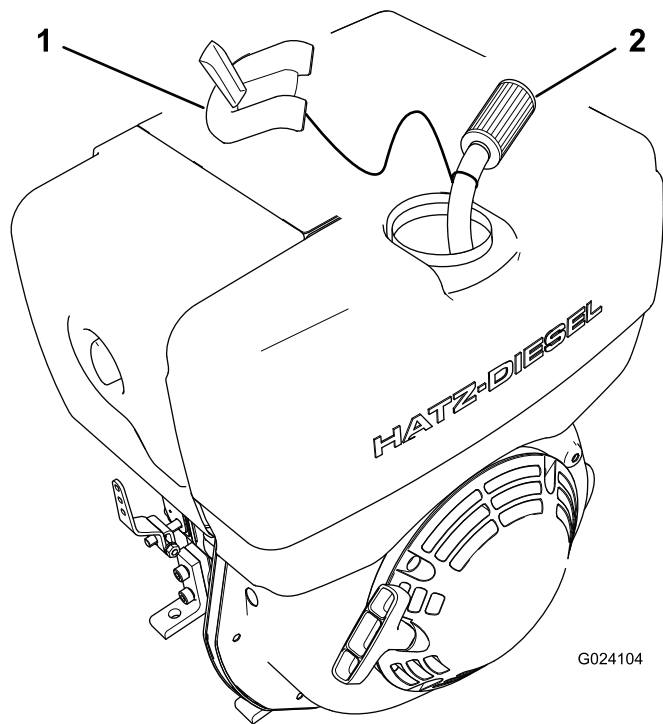

Figura 28
3. Puxe o filtro de combustível para fora do tanque de combustível (Figura 28).